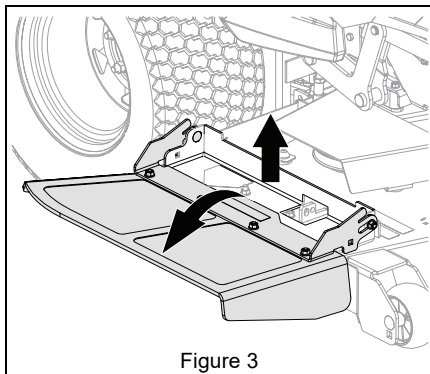

Figure 3
5. Relever légèrement la goulotte d'éjection et la tourner en position d'utilisation. Voir Figure 3.